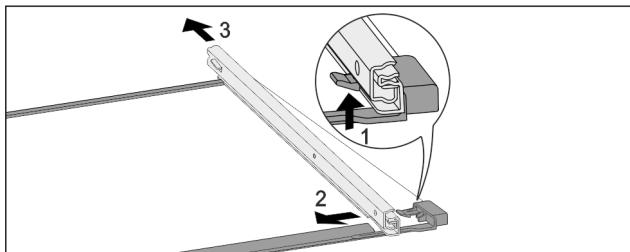

Fig. 191 Steklena plošča z vodili
- Sprednji zaskočni kaveljček potisnite navzgor. Fig. 191 (1)
► Izvlečno vodilo potisnite Fig. 191 (2) na stran Fig. 191 (3) in nazaj.